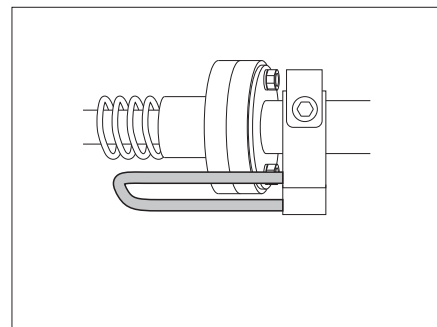

Fig. 121 Levier de sécurité en position de verrouillage
▶ Avant d'utiliser le lit, contrôler si le levier de sécurité se trouve dans la position de sécurité (Fig. 121).
- Mettre le levier de sécurité dans la position de sécurité (Fig. 121).